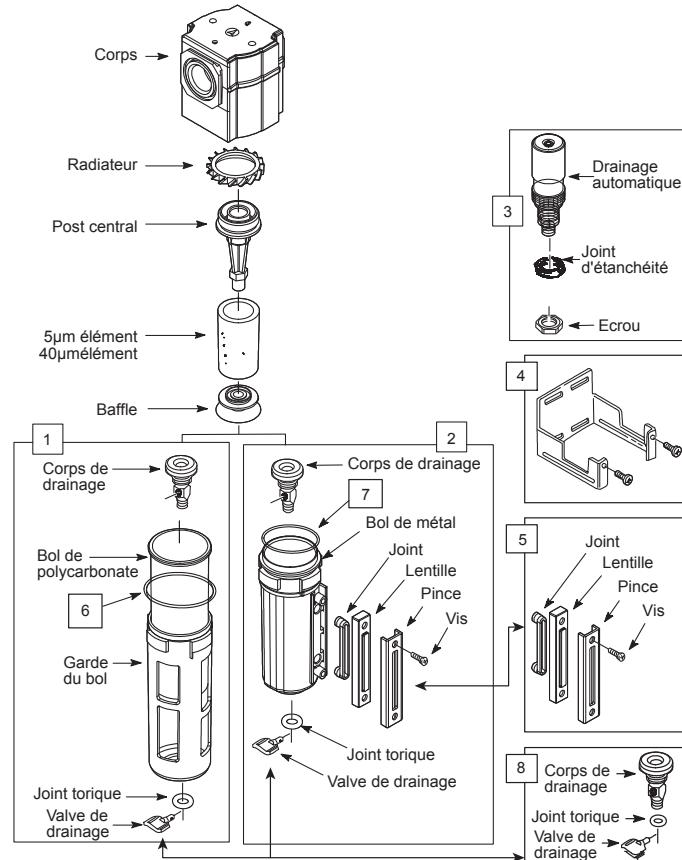

figure 2
INSTRUCTIONS D'OPERATION (Voir la Figure 2)
- 1 Démontage (voir la figure 2)**
- Démontez conformément généralement aux pièces illustrées sur la Figure 2. Ne retirez pas le drain à moins que leur remplacement soit nécessaire. Retirez et remplacez seulement s'il y a des dysfonctionnements de la vidange ou la conversion à la vidange automatique (4ZK18A).
- 2 Nettoyage (voir la figure 2)**
- 3 Assemblage (voir la figure 2)**
- Assemblez comme indiqué sur la Figure 2.